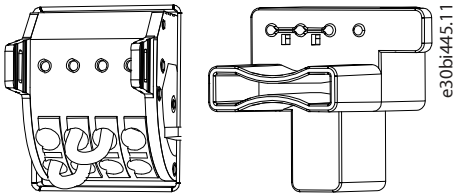

Abbildung 6: Verdrahteter Klemmenblock (links) und STO-Steckbrückenklemme (rechts)
1. Wenn die STO-Sicherheitsfunktion nicht benötigt wird, verdrahten Sie den Klemmenblock gemäß Abbildung 6 oder verwenden Sie die STO-Steckbrückenklemmen aus dem Montagezubehör und montieren Sie diese an den Klemmen X31 und X32. Dadurch wird sichergestellt, dass beide STO-Eingänge mit 24 V DC versorgt werden, um den normalen Betrieb zu ermöglichen.